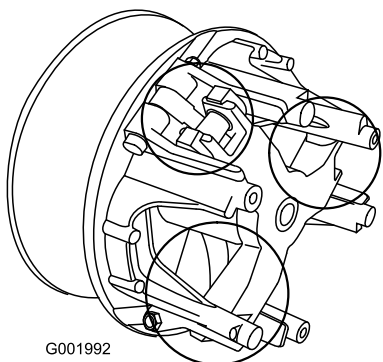

Figura 58
- Lubrificate le parti in movimento nelle zone contrassegnate da un cerchio nella Figura 58 utilizzando l'aerosol lubrificante a secco Toro, reperibile dal rivenditore o distributore Toro autorizzato di zona.